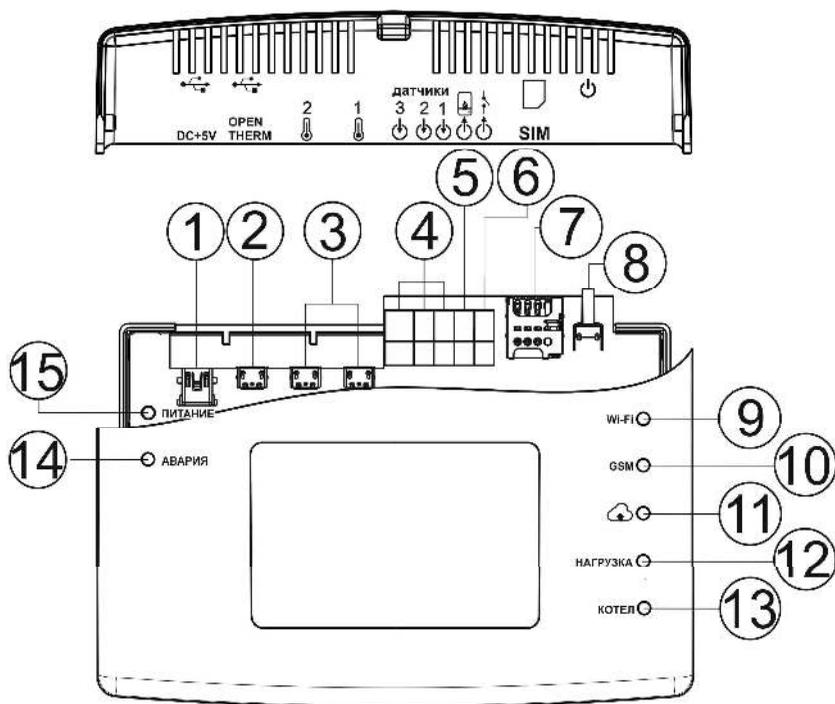

Рисунок 1 — Общий вид теплоинформатора
- ✓ вставьте SIM-карту в лоток **№7** (см.рис.1).